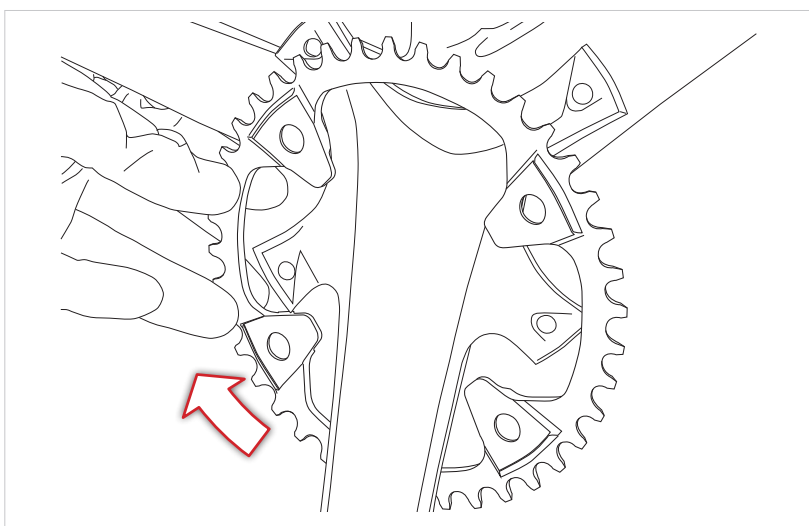

Fig.5
- Utilizando la herramienta Campagnolo® UT-BB110 o un inserto hexagonal adecuado de 10 mm y longitud de 65 mm como mínimo, introducir el tornillo de fijación (Fig. 5) en el semieje de la biela izquierda hasta que atraviese el orificio en el extremo interno del mismo semieje y alcance la rosca del semieje de la biela derecha.
- Gire el plato para poder sacarlo, procurando no rozar el conjunto de platos y bielas (Fig.5).